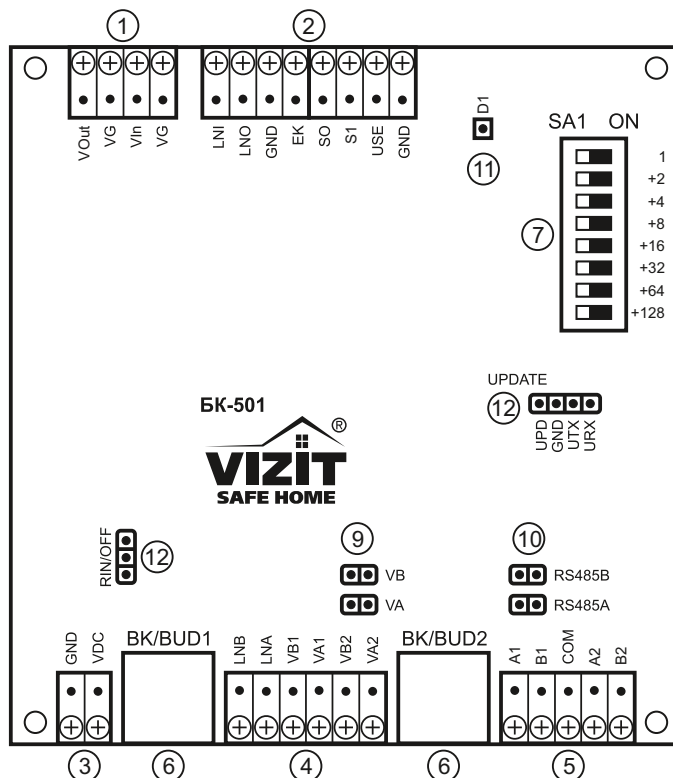

Рисунок 4 - Расположение клемм и перемычек блока БК-501
1. На переключателе **SA1** платы (см. рис. 4) установить номер блока коммутации (условный адрес), по которому он будет работать в системе. Адрес должен находиться в диапазоне номеров 1...32, и задается установкой соответствующих разрядов переключателя **SA1** в положение **ON**. Например, для установки адреса 14 необходимо установить в положение **ON** разряды “2”, “4”, “8” (2+4+8=14). Остальные разряды должны оставаться в положении **OFF**.